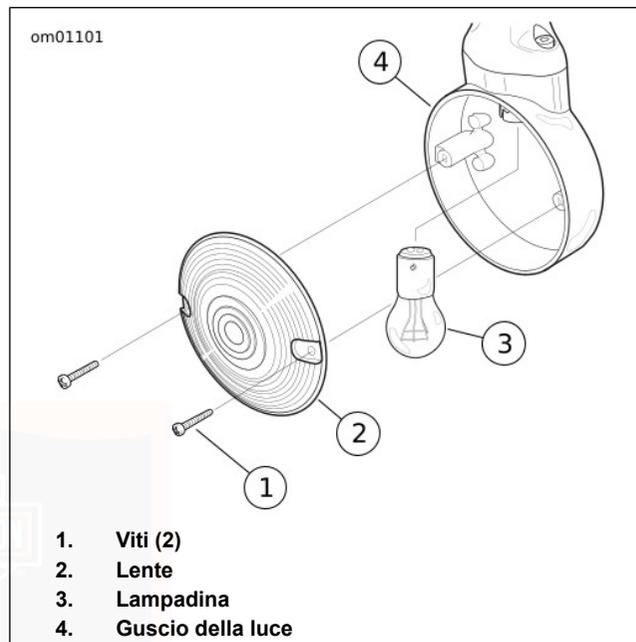

Figura 88. Gruppo degli indicatori di direzione: Stile a lenti piatte
1. Vedere Figura 88. Togliere due viti per staccare le lenti dalla scatola degli indicatori di direzione.